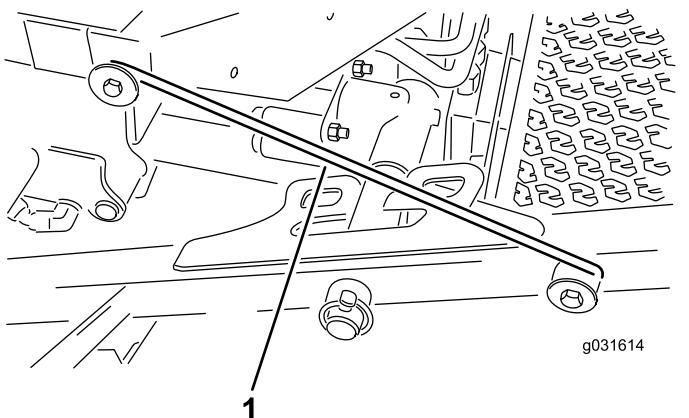

Figura 33
4. Liberate l'asta del dispositivo di sicurezza dal fermo del telaio portante anteriore (Figura 33).
5. Sollevate la parte esterna degli apparati di taglio anteriori e agganciate il dispositivo di sicurezza al perno del telaio presente sulla parte anteriore della piattaforma dell'operatore (Figura 33).